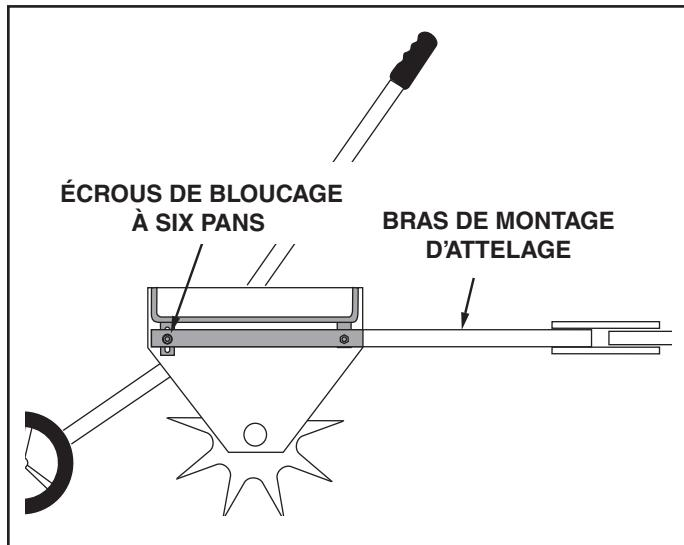

FIGURE 8
- Pour mettre de niveau le plateau des crampons après avoir connecté l'aérateur à l'attelage du tracteur, desserrer les rondelles plates et les écrous à six pans attachant les bras de montage d'attelage aux supports à l'arrière du plateau. Mettre le plateau de niveau dans la mesure du possible, puis resserrer les écrous. Voir la figure 8.